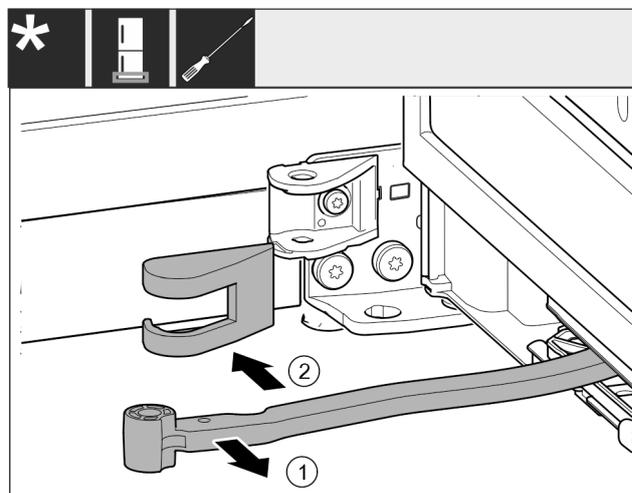

Fig. 14
- ▶ Gire la articulación en dirección de la puerta. Fig. 14 (1)
► Retire la cubierta del soporte de cojinete. Fig. 14 (2)